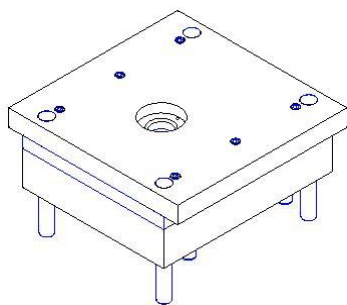

图7-118
1. 在设计区域只显示定模机构，将其他组件全部隐藏，结果如图 7-118 所示。